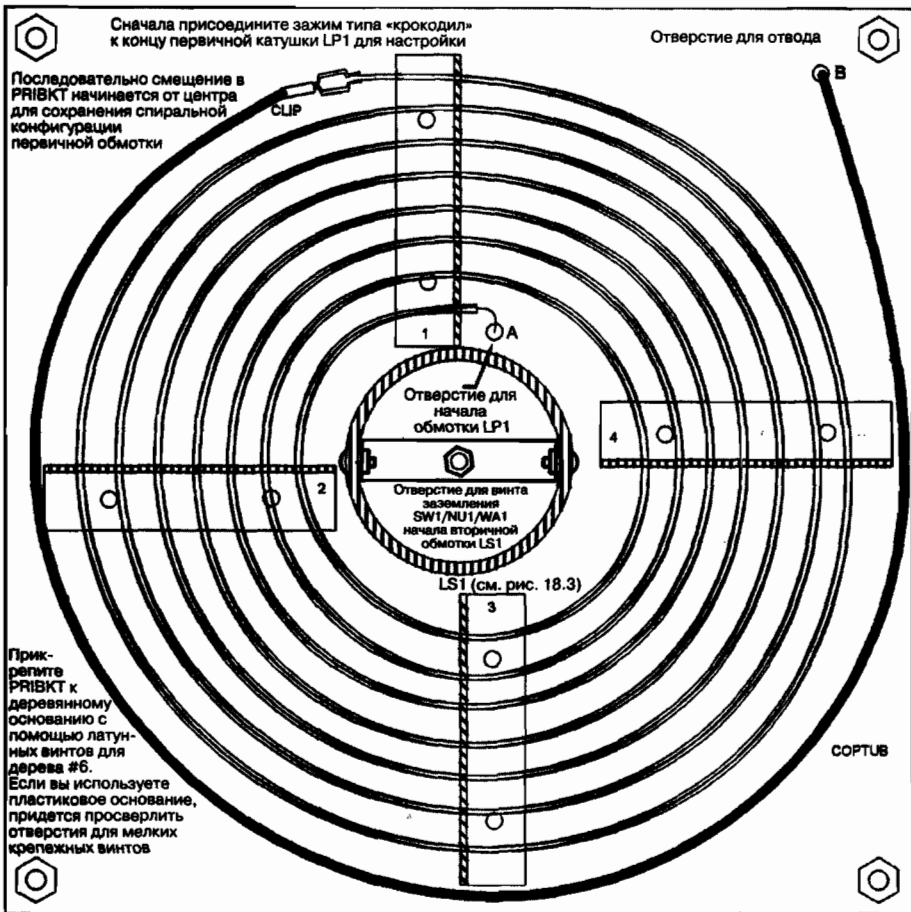

Рис. 18.10. Сборка первичной катушки
8. Соберите секцию первичной катушки, обозначенную ВТСР1 (рис. 18.10). Это можно легко сделать, поскольку медная трубка 0,48 см обычно аккуратно намотана на контейнер. Установите скобы PR1BKТ с помощью латунных винтов для дерева #6. Аккуратно расположите витки катушки, как это показано на рисунке. Присоедините кусок изолированного провода #30 длиной 30 см к медной трубке, вставив его зачищенный конец